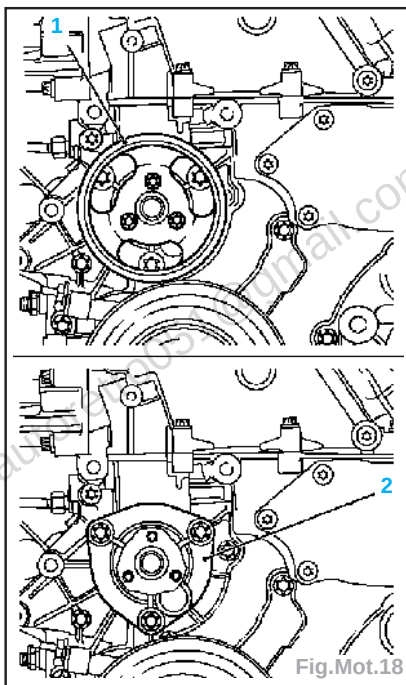

Fig.Mot.18
- Déposer la poulie de pompe à eau (1) (Fig.Mot.18).
- Déposer la pompe à eau (2) du carter de distribution et récupérer le liquide de refroidissement qui s'échappe.